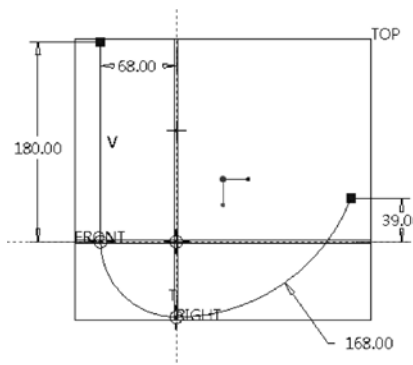

图 7-26 草绘曲线
- 4 使草绘平面平行于屏幕后，绘制如图 7-26 所示的曲线，然后单击“确定”按钮。